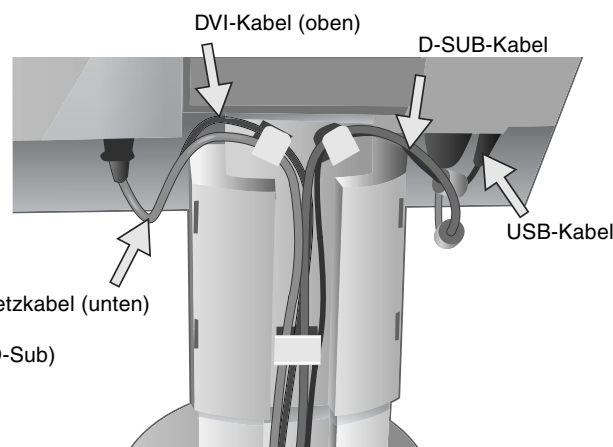

Abbildung C.2
5. Legen Sie die Kabel in der folgenden Reihenfolge in die Kabelführung: Netzkabel, DVI-Kabel, D-Sub-Kabel und USB-Kabel (**Abbildung C.2**).